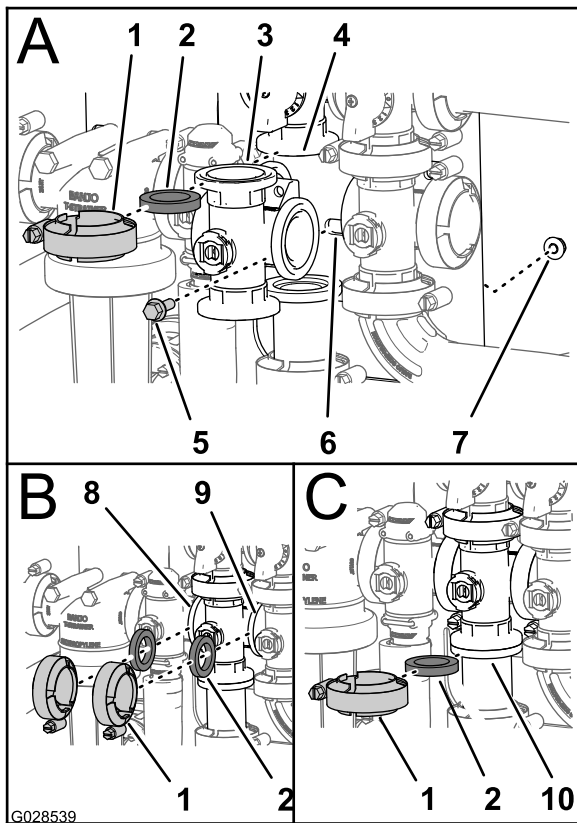

図 102
- 散布量制御バルブマニホールドのフランジと攪拌バルブのマニホールドとの間に、ガスケット枚を入れる 図 102; B。
- 攪拌バルブマニホールドのフランジとマスターブームバルブとの間にガスケット枚を入れる 図 102; B。